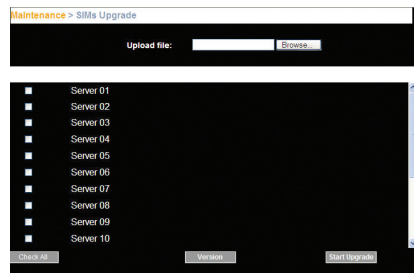

Abb. 22 SIM-Upgrade
1. Klicken Sie im Menü auf „SIM Upgrade“. Das Upgrade-Fenster erscheint und zeigt die aktuelle Firmware-Version an (s. Abb. 22).